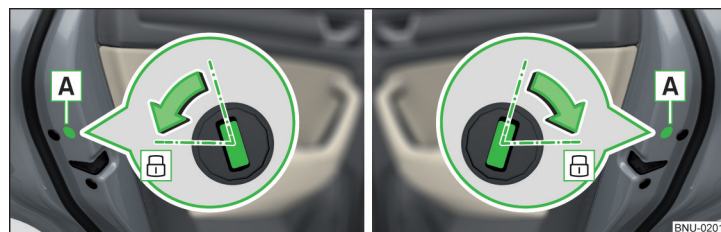

Fig. 256 Portiera stânga / dreapta
- În cazul autovehiculelor cu masca **A**, înlocuiți-o » fig. 256.